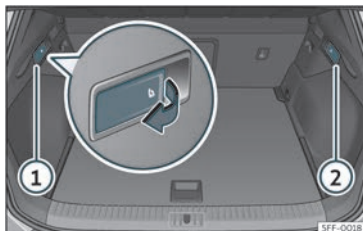

Fig. 103 No maleteiro: pancas para desbloqueio do respaldo traseiro.
- Puxe da panca de desbloqueio a distancia da parte esquerda»» **fig. 103** ① ou direita ② do respaldo no sentido da frecha. A parte desbloqueada do respaldo traseiro abátese automaticamente cara adiante.